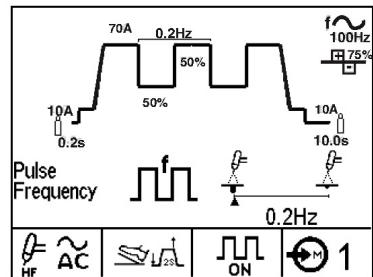

Figura B.4c
- TIG Pulsado (Ver Figura B.4c)
2. La **Sección Display Parámetro** muestra el parámetro seleccionado, su ícono y el valor predeterminado. Para cambiar el valor, gire el botón pulsador/encode giratorio. Algunos parámetros como Frecuencia AC tienen un Icono Realizado que muestra el efecto de la variación del parámetro en el arco y/o perfil del cordón de soldadura. Cuando estos parámetros están ajustados, se moverá un indicador entre el ícono mínimo y máximo para mostrar el efecto relativo de aquel parámetro. La Frecuencia del Pulso mostrada en la Figura B.4c es un ejemplo de la visión del ícono realizado. Vea la Tabla B.1 para una lista de Iconos Realizados.